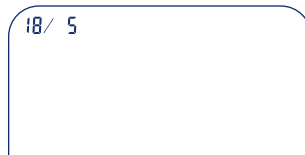

Figura 2
- Si passa così all'impostazione del mese (Figura 2). Premere il tasto utente per diminuire il valore di 1 o il tasto memoria per aumentarlo di 1. Per scorrere rapidamente avanti o indietro, tenere premuto il tasto corrispondente. Impostare il mese corretto e confermare premendo il tasto SET (Imposta).
- Procedere allo stesso modo per l'impostazione del giorno (Figura 2), delle ore e dei minuti (Figura 3).